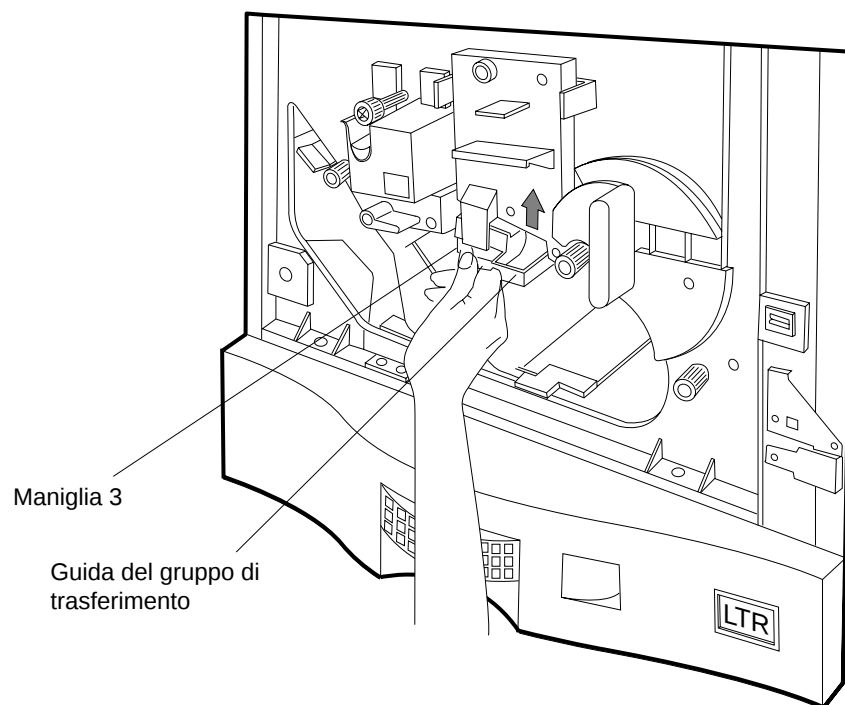

Figura 5-12 Fissaggio del gruppo di trasferimento
2. Fissare il gruppo di trasferimento sollevando la maniglia 3, come mostrato nella Figura 5-12.